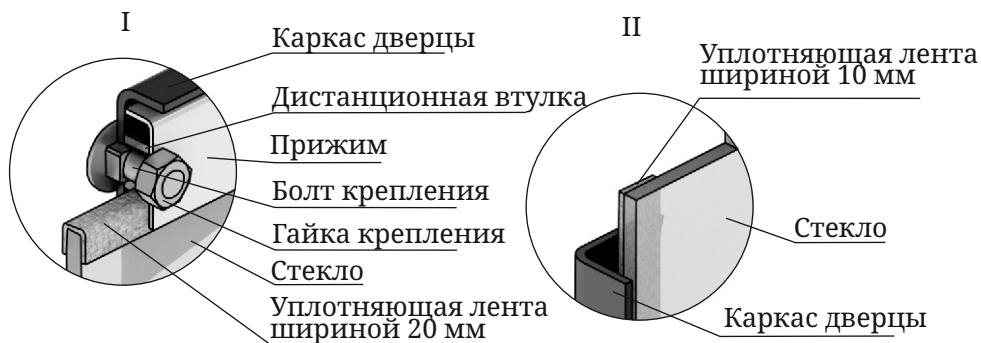

Рисунок 10. Крепление светорозрачного экрана дверцы модификации «Витра»
3. Возьмите новое стекло, если на нем нет уплотняющих лент, наклейте их: лента шириной 20 мм наклеивается сверху и снизу стекла «П»-образно (рисунок 10.I), лента шириной 10 мм наклеивается вертикально, вдоль боковых сторон стекла (рисунок 10.II).
4. Вставить стекло в упор, при этом лента наклеенная с боковых сторон (вертикальная) должна быть зажата между стеклом и каркасом дверцы (рисунок 10.II).
*Внимание! Гайки крепящие прижим накручиваются на болты крепления через дистанционные втулки (рисунок 10.I).*